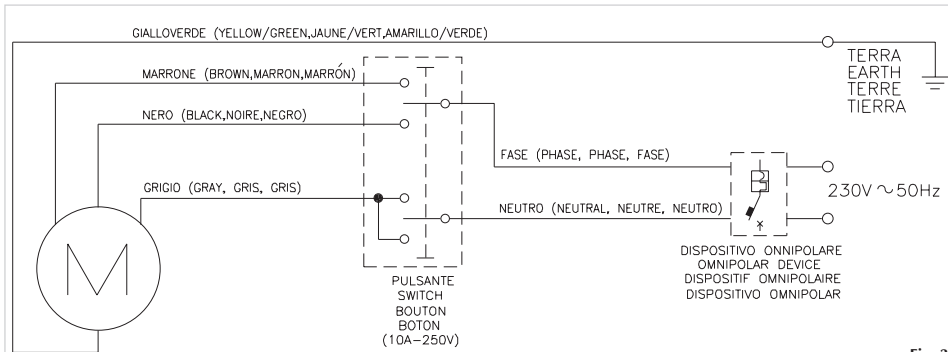

Fig. 3
- 15)Llevar a cabo las conexiones eléctricas como mues la fig.3 pasando el cable 4x1 mm situado en el interior de la barra del cierre evitando cualquier contacto con las partes giratorias. En presencia de motor con electrofreno, introducir la funda del freno dentro del segundo taladro Ø12.